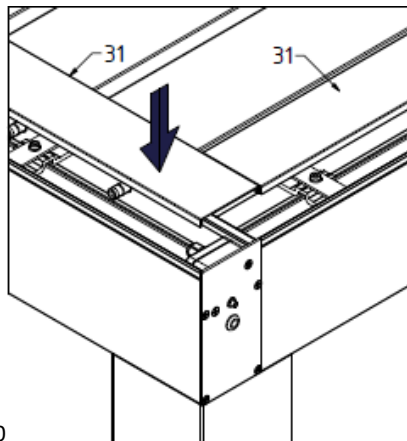

Fig. 30
35. Cliccare su tutti i profili di bordo dall'alto con i profili di revisione (31) - fig. 30. La corretta chiusura delle fasce dipende dalla distanza uniforme delle bretelle inserite sul bordo superiore delle travi.